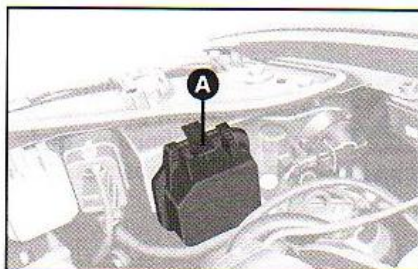

fig. 16
- 1) Retirar a tampa de proteção puxando a lingüeta **A-fig. 16** para baixo.